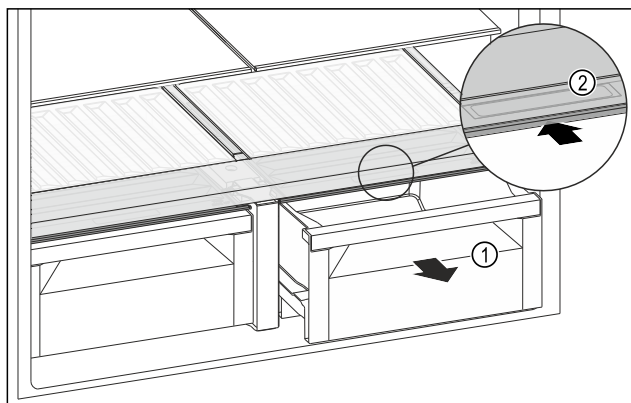

Fig. 133
- ▶ Zásuvku Fig. 133 (1) vytáhněte.
- ▶ Uchopte prohlubeň pro rukojeť Fig. 133 (2) na víku zásuvky a současně zasuňte víko zásuvky směrem dozadu.